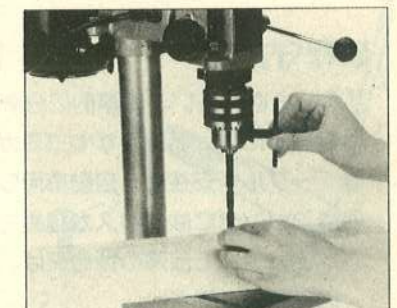

図13
- ①ドリルを約1" (25.4mm)ほどチャック(口部)にさし込みます。小さなドリル使用時には口部がドリルの軸にさわるまでさし込まないで下さい。鍵でチャックをしめる前に、ドリルがチャックのまん中にあるのを確かめて下さい。図13参照